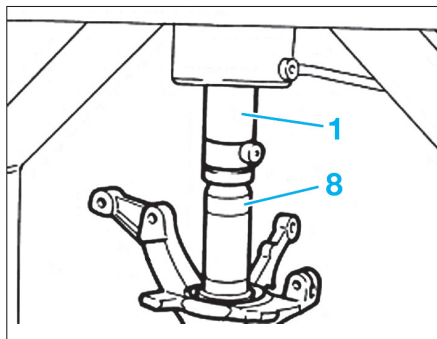

FIG. 17
- À l'aide de la presse (1) et du mandrin de diamètre adapté (8), introduire le moyeu dans le pivot en prenant appui sur les bagues intérieure du roulement (Fig.17).